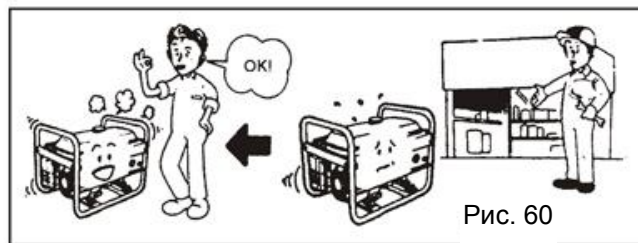

Рис. 60
10.2.3 Якщо після цих перевірок проблема все ще існує, зверніться до вашого дилера за допомогою (Рис. 60).